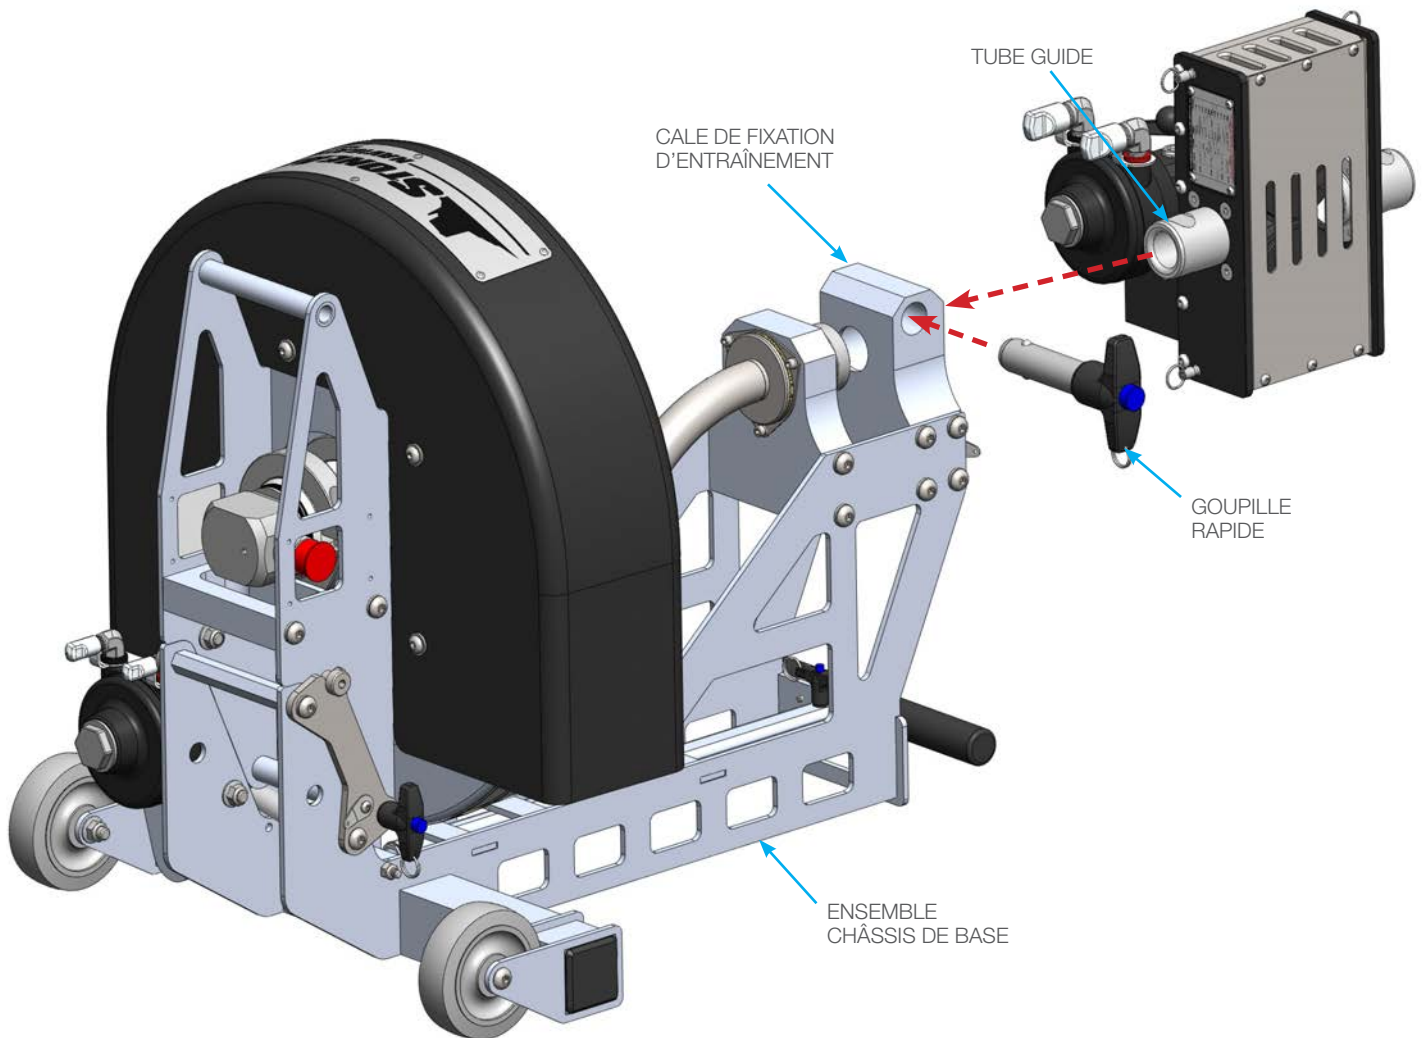

FIGURE 2
- Déposez la goupille rapide de l'ensemble châssis de base, posez l'ABX-PRO PRODRIVE sur le châssis de base en glissant le tube guide dans la cale de fixation d'entraînement et en insérant la goupille rapide. **(Figure 2)**
2. Chargez le flexible dans le ABX-PRO tractor en libérant la poignée réglable et en faisant tourner le levier à came en sens antihoraire jusqu'à faire passer la goupille indicatrice en position «dégagée». Ceci ouvre l'espace entre les rouleaux permettant de faire glisser le flexible entre eux. (Figure 2)
2. Réglez la fixation quart de rond sur bride en la faisant glisser le long des fentes pour centrer le diamètre intérieur de la pince articulée sur le diamètre intérieur de la canalisation. Serrez toute la visserie pour la maintenir en position. **(Figure 2)**